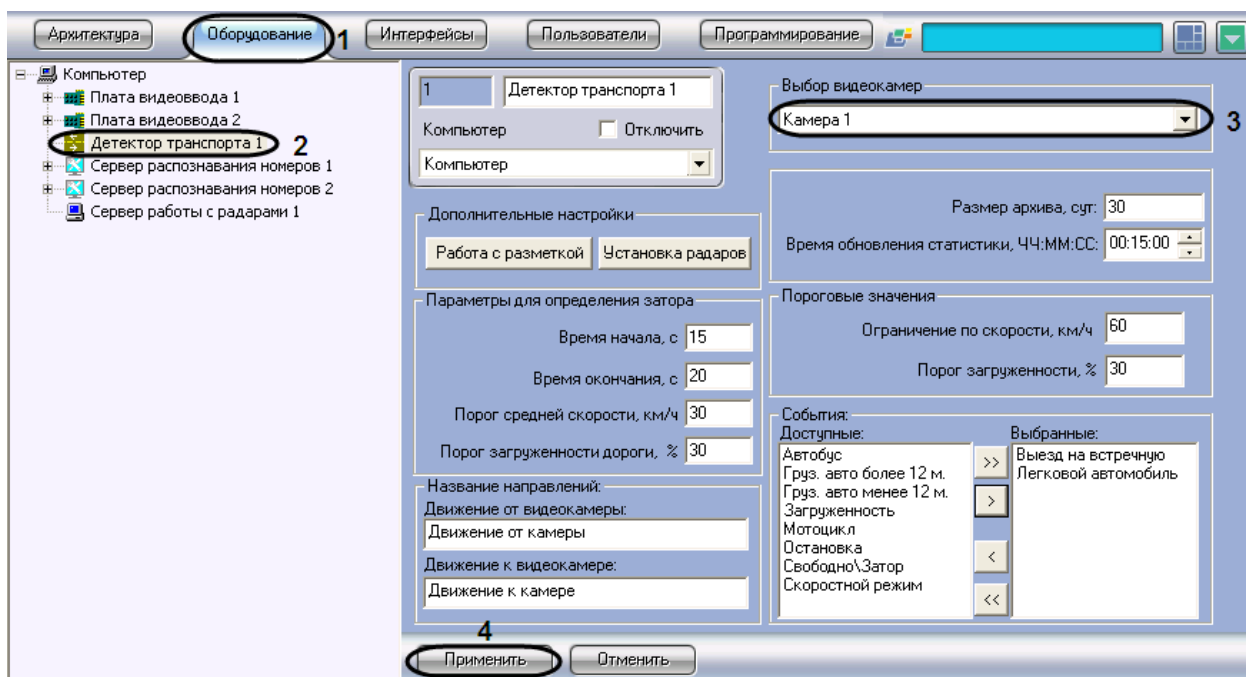

Рис. 7.4—1. Выбор объекта «Камера» для совместной работы с программным модулем «Детектор транспорта»
1. В диалоговом окне «Настройка системы» перейти на вкладку «Оборудование» (см. Рис. 7.4—1, 1).
2. В дереве объектов на вкладке «Оборудование» выбрать объект «Детектор транспорта», соответствующий настраиваемому программному модулю «Детектор транспорта» (см. Рис. 7.4—1, 2). В правой части вкладки «Оборудование» отобразится панель настройки выбранного объекта.
3. Выбрать видеокамеру из списка всех объектов «Выбор видеокамер» в системе (см. Рис. 7.4—1, 3).
4. Нажать кнопку «Применить» (см. Рис. 7.4—1, 4).